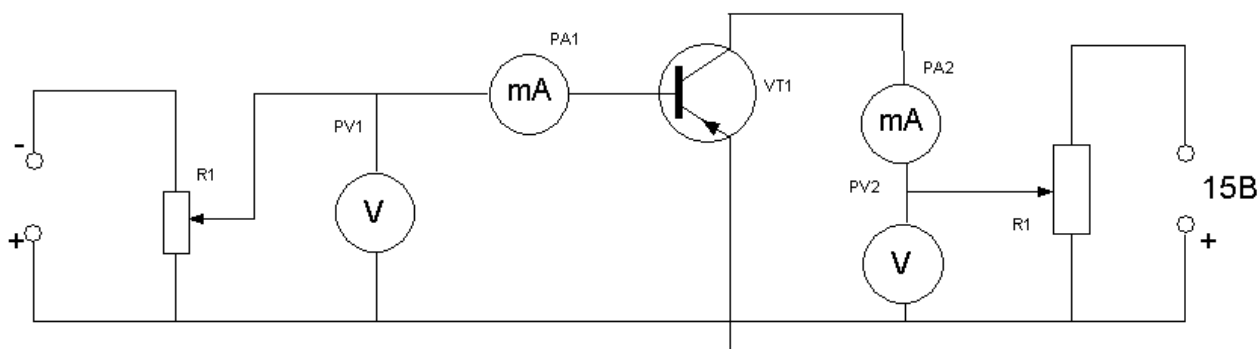

Рисунок 5.1. Исследование транзистора по схеме с ОЭ в статическом режиме
2. Зарисовать электрическую схему (рисунок 5.1)
3. Собрать электрическую схему (рисунок 5.1)